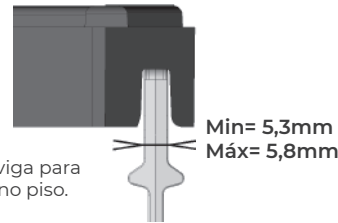

Figura 01.
1. Para a montagem adequada dos pisos, é recomendada a utilização de vigas plásticas ou metálicas com dimensional adequado ao encaixe do piso (figura 01).